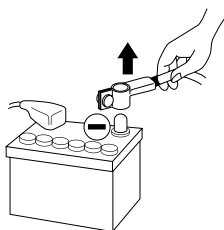

fig. 1
**Before beginning installation, disconnect the negative terminal of the battery to avoid any risk of injury, fire or material damage. (fig. 1). IY - AC IMPULSE 4.320 is only compatible with FOCAL IMPULSE 4.320. It allows a quicker installation of your amplifier thanks to ISO compatibility.**
***Avant d'entamer l'installation, déconnectez la borne négative de la batterie pour éviter tout risque de blessure, d'incendie ou d'endommagement du matériel. (fig. 1). Le câble IY - AC IMPULSE 4.320 est uniquement compatible avec le FOCAL IMPULSE 4.320. Il permet une connexion facilitée de votre amplificateur grâce à la compatibilité ISO.***
开始安装之前，请断开电池的负端，以免造成人身伤害、火灾或产品损坏。（图1）。IMPULSE 4.320 IY - AC线缆仅与FOCAL IMPULSE 4.320放大器兼容。凭借ISO兼容性，它可以轻松连接放大器。